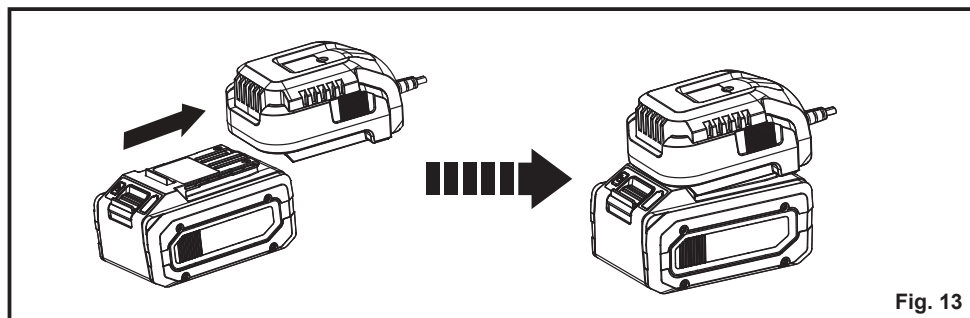

Fig. 13
1. Alignez la fente de la batterie sur le rail du chargeur. Faites glisser la batterie sur rail jusqu'à ce qu'elle s'enclenche (Fig. 13).